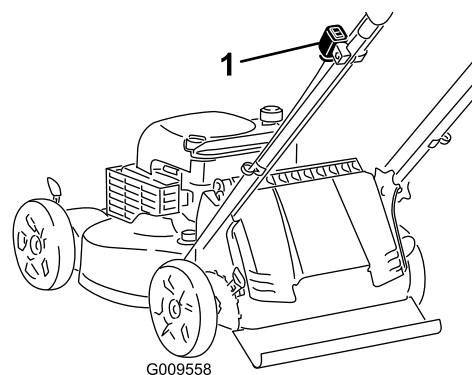

Figura 11
1. Se sulla vostra macchina l'interruttore di accensione (Figura 11) è un commutatore (con entrambe le posizioni on "I" e off "Stop"), portatelo in posizione "I". Altrimenti passate al punto 2.